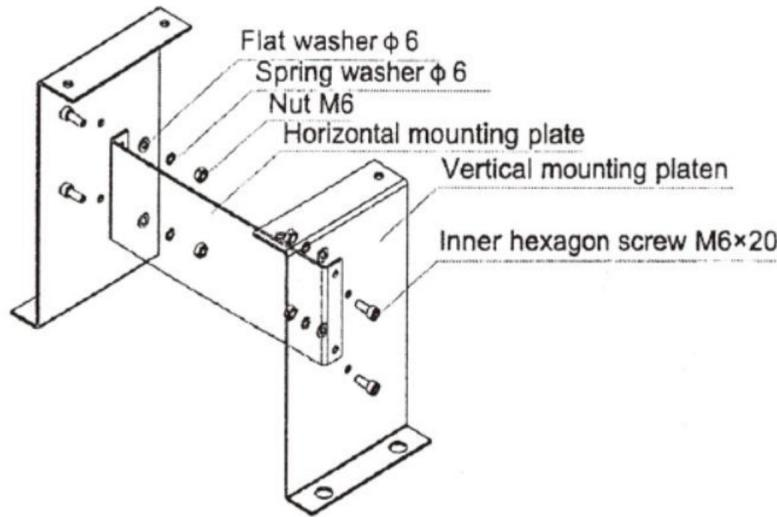

Figura 5
- a) Desmonte la carcasa de plástico del motor principal antes de la instalación y guarde los sujetadores correspondientes de forma adecuada; b) Si selecciona la base de montaje desmontable, la base debe ensamblarse primero como se muestra en la Figura 5: